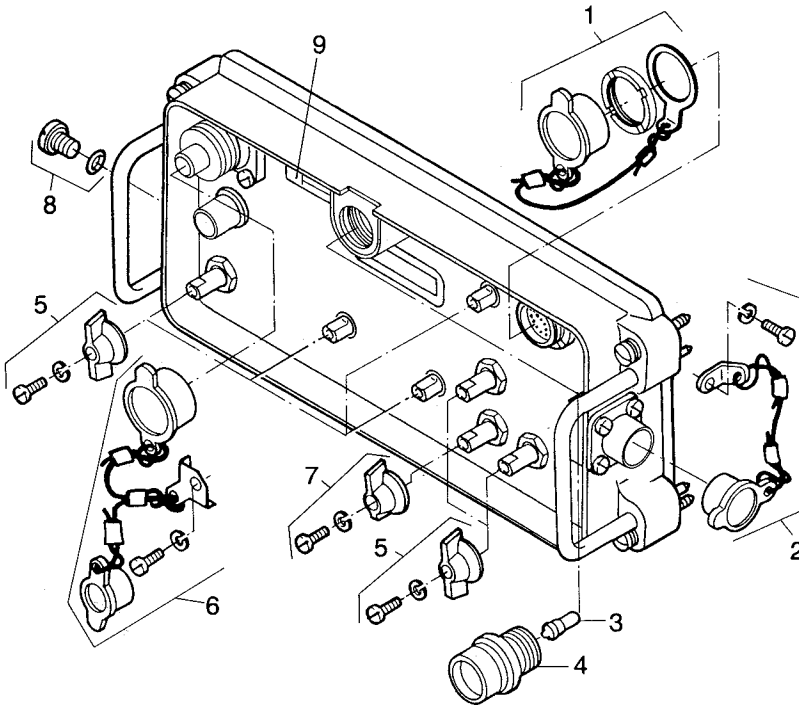

Bild 26 Wechseln der Teile an der Frontplatte
- An der Frontplatte die beschädigten Teile gemäß Bild 26 wechseln.